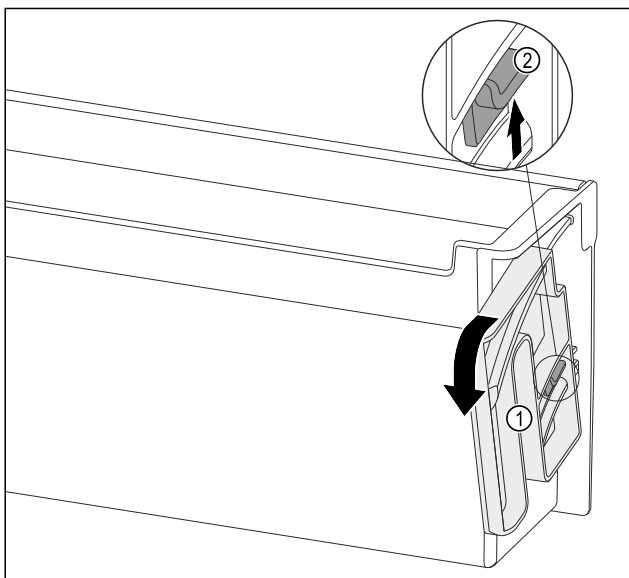

Fig. 133
- ▶ Ütközésig forgassa a megadott irányba a forgatóegységet Fig. 133 (1).
- ▶ Nyomja felfelé a fedőlemezt Fig. 133 (2), és vegye ki a forgatóegységet Fig. 133 (1).